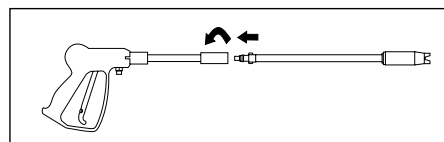

Figure 7 - Branchement de Pistolet/Lance
1. Introduire la lance dans le pistolet et tourner au sens des aiguilles d'une montre à l'arrêt positif tel qu'indiqué sur la Figure 7.